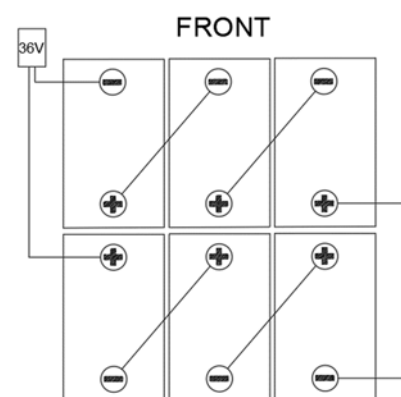

Рис. 5
Для работы машины требуется шесть батарей 6 В, подключенных и установленных в положениях, показанных на рис. 5.
Машина оснащена кабелями, подходящими для установки двух 6 В батарей. Аккуратно вставьте батареи в отсек, затем правильно установите их, как показано на рис. 5. Правильно разместите установочную пластину батареи.
8. Направьте и установите кабель батарей, как показано на рис. 5, затем аккуратно зафиксируйте гайку на каждом выводе батарей.